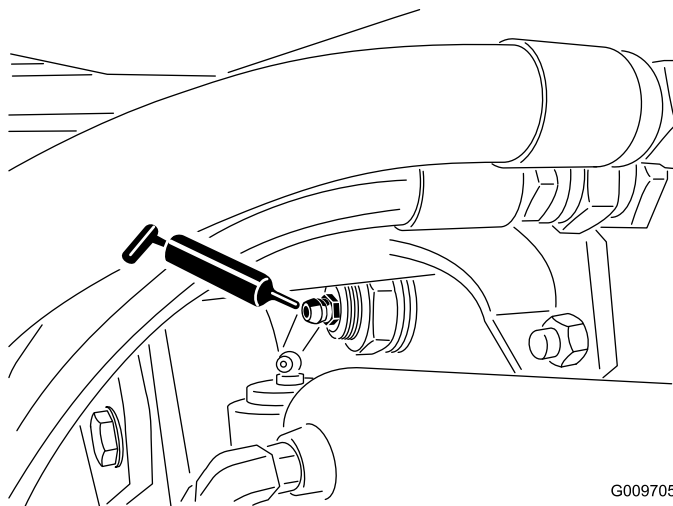

図 50
- ・ 後アクスルピボットのブッシュ (2ヶ所) (図 50)